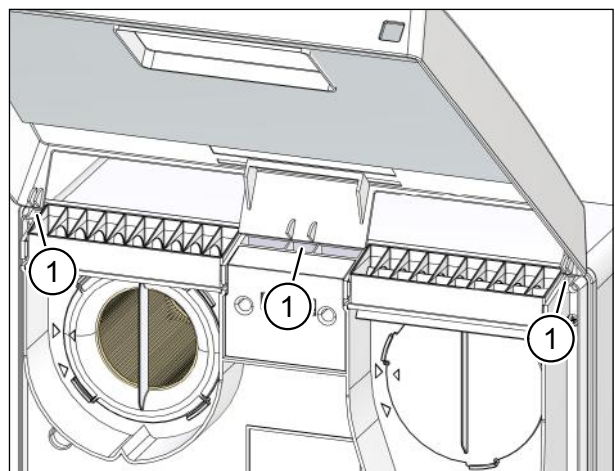

Abb. 4: Deckeldrehpunkte
- ▶ Setzen Sie die Nasen des Deckels in die Öffnungen (Pos. 1 in Abb. 4) an der Oberseite des Lüftungsgerätes ein.